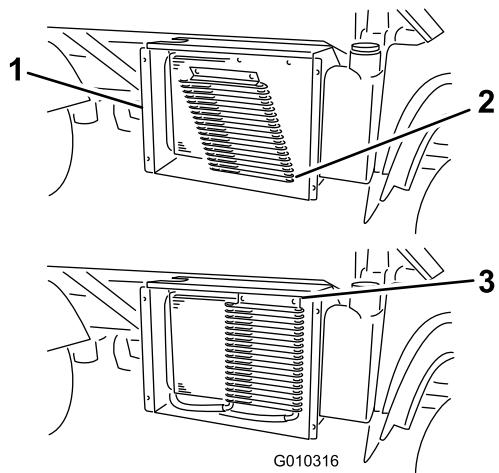

Figura 59
3. Caso esteja equipado, rode as patilhas e incline o refrigerador de óleo afastando-o do radiador (Figura 59).